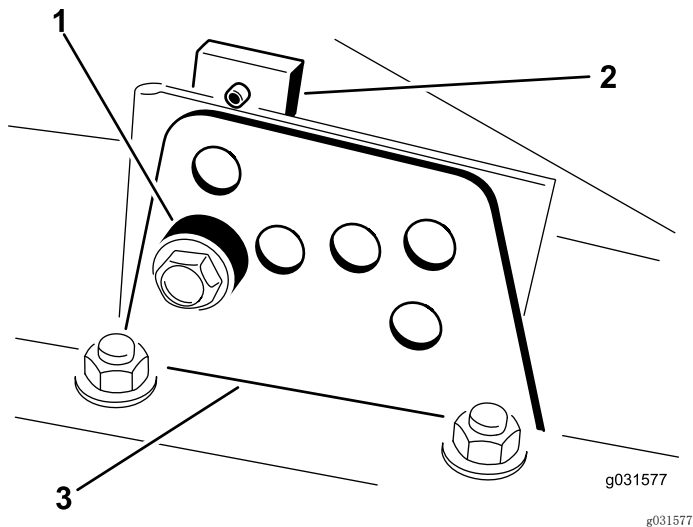

图 18
2. 拧松将各剪草高度支架固定至剪草高度板的螺栓（前面和两侧），如 图 18 所示。
4. 在支撑起切割腔的同时，取出隔片（图 18）。